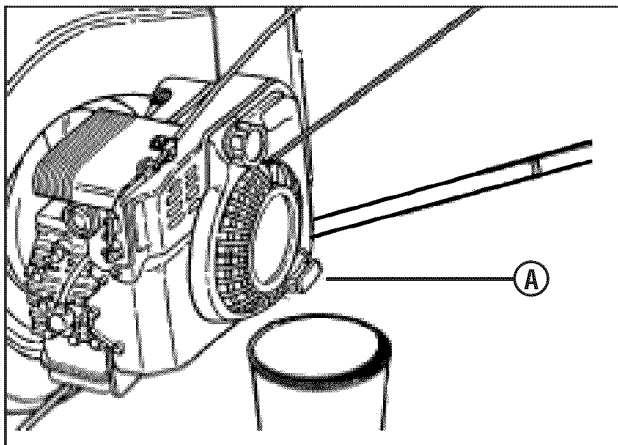

Figura 16: Drenaje del aceite del motor
2. Saque la varilla del aceite (**A, Figura 16**) y luego incline el cortacésped sobre su lado. Espere a que el aceite salga del tubo del aceite y se vierta sobre un contenedor apropiado. Deshágase del aceite usado correctamente.